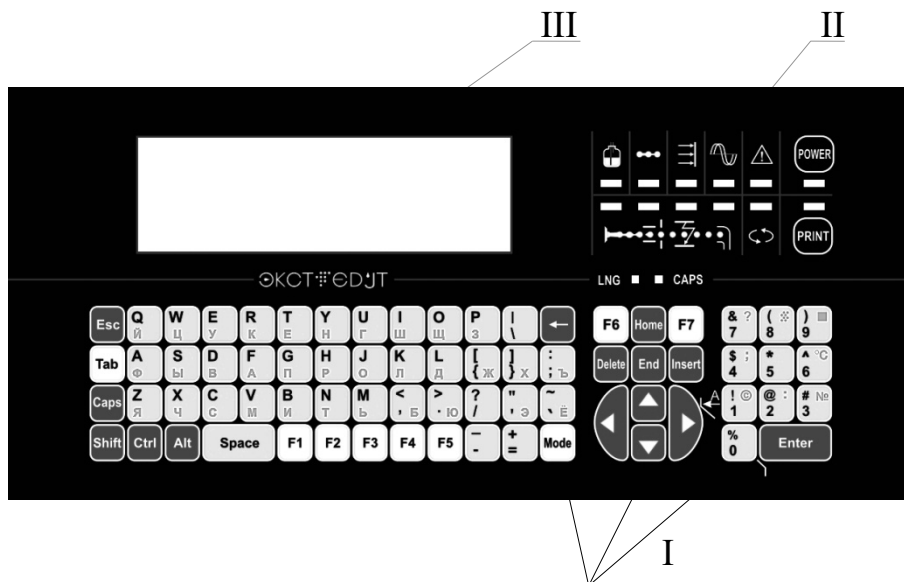

Рис.2.2.1 Внешний вид клавиатуры «ЭТИКЕТКА»
На лицевой панели БМ расположена клавиатура с встроенным дисплеем (см. рис.2.2.1).
«ЭТИКЕТКА» (рис.2.2.1)
- III. Дисплей – Графический размером 240x64 пикселей (см. рис.2.2.1).